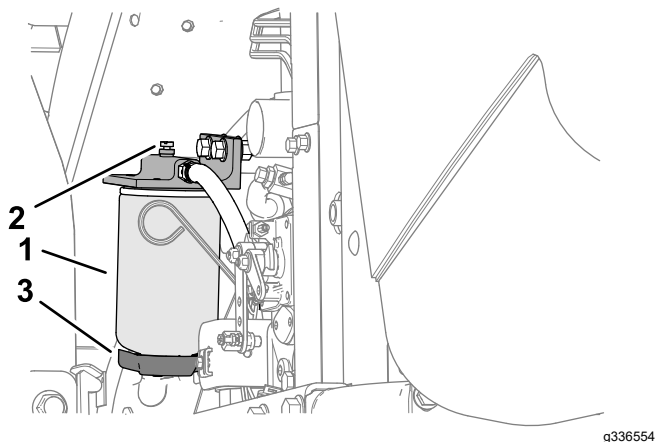

Figura 77
4. Slăbiți valva de golire de la partea inferioară a recipientului pentru filtrul de combustibil (Figura 77).
3. Curățați zona de montare a recipientului filtrului (Figura 77).